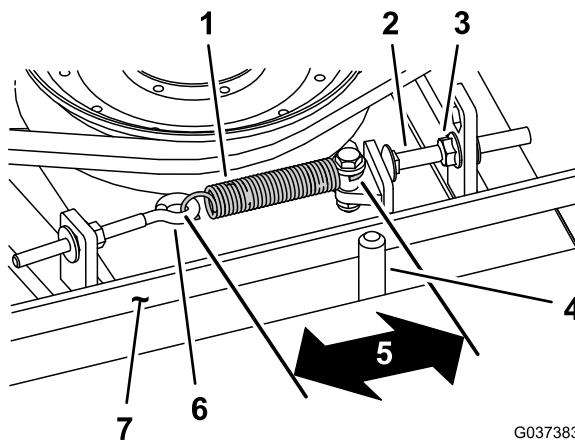

Figure 115
Lorsque le ressort d'extension est correctement tendu, l'intérieur doit mesurer (d'un crochet à l'autre) entre 8,3 et 9,5 cm (3 1/4 à 3 3/4 po). Lorsque le ressort est correctement tendu, ajustez le boulon d'arrêt (boulon de carrosserie) jusqu'à obtention d'un jeu d'environ 2 à 5 mm (0,065 à 0,185 po) entre la tête du boulon et le bras de la poulie de tension (Figure 115).
**Remarque:** La courroie doit être placée du côté ressort du guide (Figure 115).
2. Desserrez le boulon à œil (Figure 115).
3. Desserrez l'écrou à embase qui fixe le boulon d'arrêt à la patte de montage, et écartez la poulie de tension de la courroie (Figure 115).
9. Raccrochez le ressort d'extension (Figure 115) au boulon à œil et tendez la courroie comme suit :